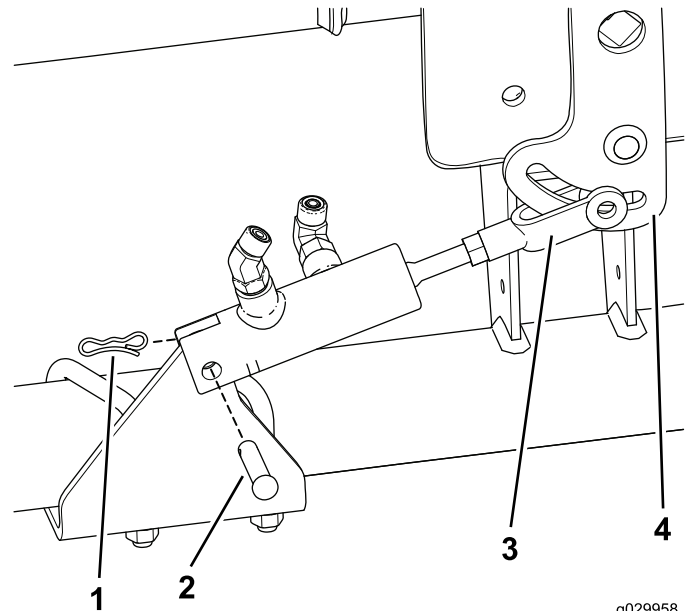

Figura 8
2. Conecte el cilindro hidráulico al soporte del cilindro con el pasador y la chaveta de bloqueo (Figura 8).
3. Alinee los taladros de la horquilla de acoplamiento con la ranura de la palanca de tracción (Figura 8).